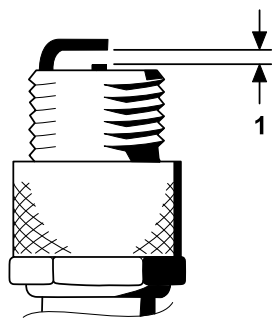

Figura 42
- Ajuste la distancia entre los electrodos central y lateral a 0,76 mm, tal y como se muestra en la Figura 42).